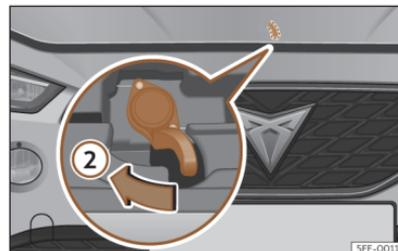

Fig. 207 Palanca bajo el capó.
- Para levantar el capó haga presión hacia la izquierda con la palma de la mano hacia abajo en la palanca situada debajo del capó, en el centro >>> **fig. 207 ②**. Los ganchos de sujeción quedan desbloqueados.